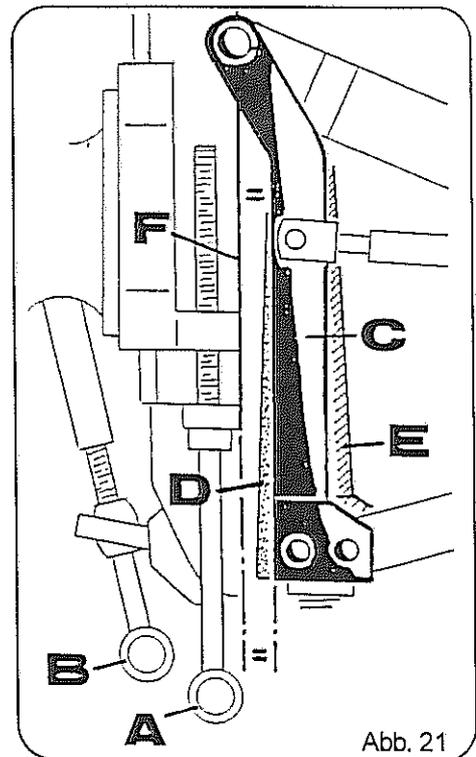

Abb. 21
Bei Betätigung der Spindel A (Abb. 21) zur Anpassung der Arbeitsbreite des ersten Pflugkörpers muß die Spindel B (Abb. 21) so verstellt werden, daß der Ausleger C (Abb. 21) parallel zur Führung steht.
Die Arbeitsbreite des Pfluges kann mit den Spindeln (Abb. 21, Pos. A und B) beeinflusst werden.
Durch geringfügiges Verlängern der Spindel B (Abb. 21) kann der Anlagendruck verringert, durch Verkürzen vergrößert werden. Hat der Schlepper Seitenzug zum Gepflügten, wird dies durch Verkürzen des Abstandes der Spindel B (Abb. 21) beseitigt. Hat der Schlepper Seitenzug zum Ungepflügten, wird der Abstand der Spindel B (Abb. 21) verlängert, um dies zu beseitigen.
**Auf keinen Fall darf der Ausleger (Abb. 21, Pos. C) in Pos. E stehen (Verbiegen der Spindel B während der Pflugdrehung).**